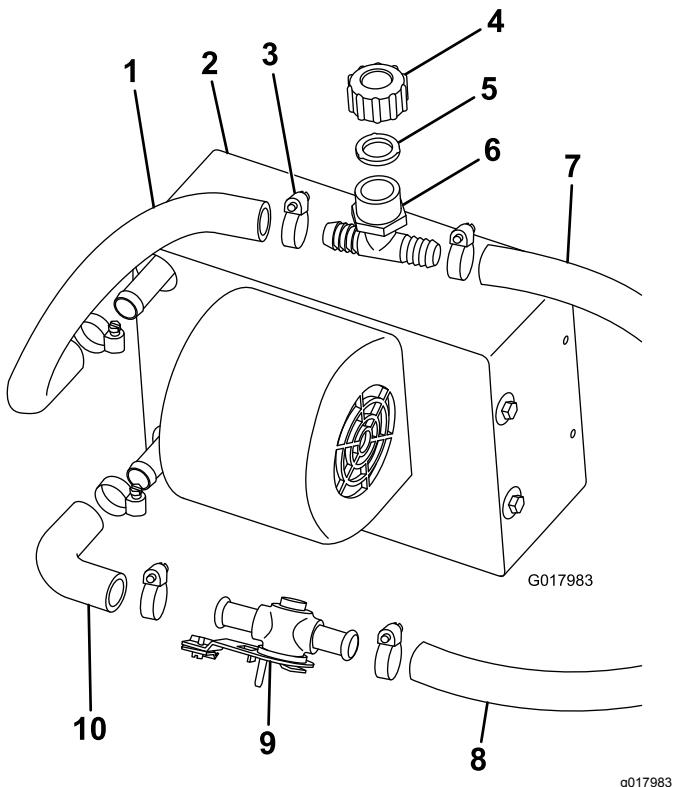

Figura 19
1. Fissate il raccordo a gomito alla parte inferiore del gruppo riscaldatore con una fascetta stringitubo (**Figura 19**).
- Collegate la valvola del riscaldatore al raccordo a gomito con una fascetta stringitubo (Figura 19).
- Tagliate un pezzo da 36 cm del flessibile ($\frac{5}{8}$ ") e fissatelo al raccordo superiore del gruppo riscaldatore con una fascetta stringitubo (Figura 19).
- Collegate il tubo di riempimento a T bianco, la guarnizione e il cappuccio al flessibile del riscaldatore superiore con una fascetta stringitubo (Figura 19).